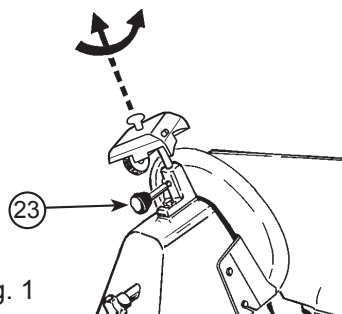

Fig. 1
• Pulire accuratamente la parte di lama da affilare. • Ripristinare la presa di corrente. • Allentare il pomolo di blocco (23) del gruppo affilatoio (10). • Sollevare il gruppo affilatoio (10) in modo da ruotarlo di 180° per presentare le due mole in posizione di lavoro. Vedi fig. 1. • Abbassare il gruppo affilatoio (10) fino al proprio fermo. • Assicurare il gruppo ruotando il pomolo di blocco (23). • Azionare l'interruttore (5) e premere il pulsantino (26). Lasciare girare la lama per circa 1 minuto. A lama ferma controllare il suo fianco se si è prodotta una leggera bava. • Accertata la presenza di questa bava, azionare l'interruttore (5) e premere leggermente il bottone (27) per circa 3 secondi in modo da asportare la bava prodotta durante l'affilatura. • Effettuata l'affilatura riportare il gruppo affilatoio (10) nella sua posizione di riposo, pulire il filo della lama e le mole con alcool. • Dopo più affilature pulire la mola affilatrice da eventuali residui con alcool servendosi di uno spazzolino.